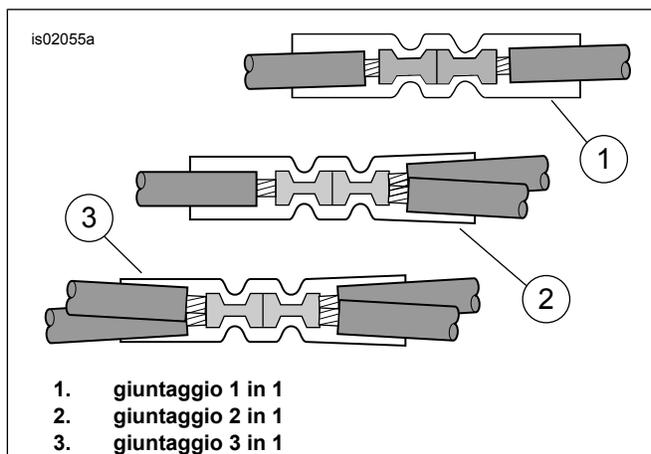

Figura 6. Configurazioni dei giunti
4. Vedere Figura 16. Prendere dal kit un connettore a giunto di testa a tenuta (3). Vedere Figura 6, la configurazione di giuntaggio 2 in 1. Giuntare il conduttore di alimentazione del cablaggio dello Zumo ai fili arancioni/bianchi del cablaggio principale, secondo le istruzioni dell'appendice del manuale di manutenzione.
6. Vedere Figura 16. Prendere dal kit il connettore blu a giunto di testa a tenuta (17). Vedere Figura 6, la configurazione di giuntaggio 1 in 1. Giuntare il conduttore di alimentazione del cablaggio dello Zumo al filo dell'adattatore, secondo le istruzioni dell'appendice del manuale di manutenzione.
3. Vedere Figura 16. Prendere dal kit il connettore blu a giunto di testa a tenuta (17). Vedere Figura 6, la configurazione di giuntaggio 2 in 1. Giuntare il conduttore di alimentazione del cablaggio dello Zumo ai fili arancioni/bianchi, secondo le istruzioni dell'appendice del manuale di manutenzione.
3. Vedere Figura 16. Prendere dal kit il connettore blu a giunto di testa a tenuta (17). Vedere Figura 6, la configurazione di giuntaggio 2 in 1. Giuntare il conduttore di alimentazione del cablaggio dello Zumo ai fili arancioni/bianchi del cablaggio principale, secondo le istruzioni dell'appendice del manuale di manutenzione.
4. Inserire il fusibile da 2 A (18) del kit nella cavità del fusibile per chiudere il circuito.